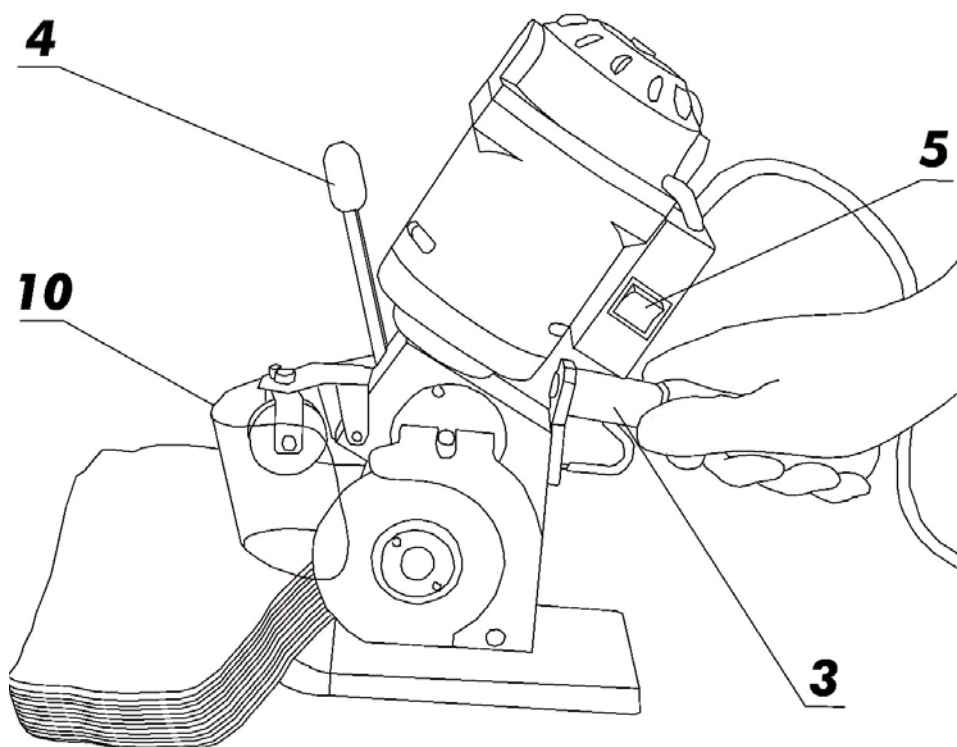

Рис. 2 Раскрой пласта материала
Подготовленный для раскроя пласт материала положить на стопу раскройной машины (рис. 2). Затем ручкой (4) поднять переднюю защиту (10) на высоту раскраиваемого пласта так, чтобы во время раскроя оно скользило по поверхности материала. В установленном положении защита фиксируется самопроизвольно. Держа раскройную машину за рукоятку (3), включить двигатель клавишной кнопкой (5) и начать раскрой.